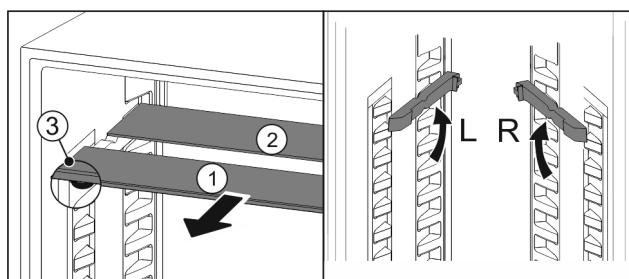

Fig. 120
- ▶ Wyciągnąć Fig. 120 (1) pojedynczo półki szklane do przodu.
- ▷ Płyta szklana Fig. 120 (1) z listwą ozdobną znajduje się z przodu.
- ▷ Stopery Fig. 120 (3) wskazują w dół.